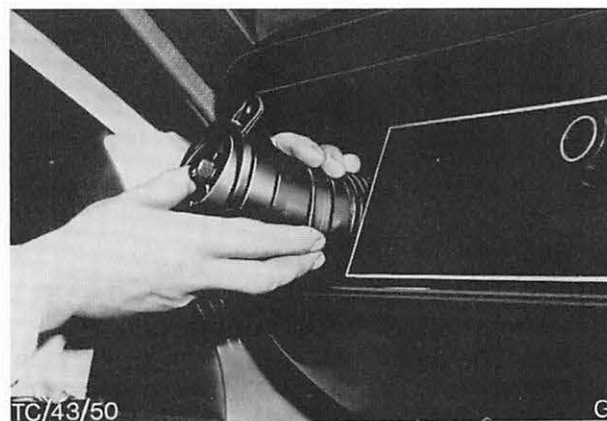

Abb. 21 Belüftungsdüse mit Schlauch etwas herausziehen, dann Düse vom Schlauch abziehen.
3. Beide Belüftungsdüsen ausbauen. Abb. 21.